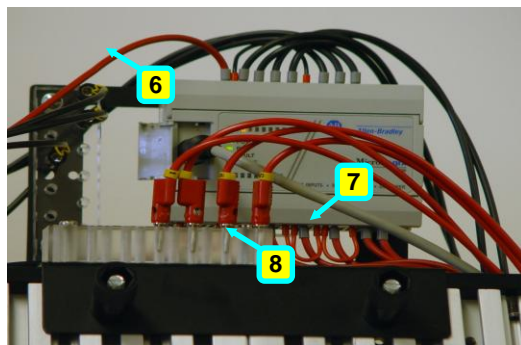

Figura 4: Componentes del PLC MicroLogix
Los cables banana no utilizados se guardan en el soporte para cable (consulte #8 en Figura 4: Componentes del PLC MicroLogix). La fuente de alimentación de 24VCC se debe conectar al panel HydraFlex y al PLC MicroLogix.
1. Desde el PLC MicroLogix, conecte el cable banana negro (#5, en la figura 4), etiquetado con **(-)**, a un conector negro del distribuidor eléctrico.
2. Desde el PLC MicroLogix, conecte el cable banana rojo (#4, en la figura 4), etiquetado con **(+)**, a un conector rojo del distribuidor eléctrico.
3. Desde el PLC MicroLogix, conecte el cable COM rojo (#6, en la figura 4), etiquetado como **COM**, a un conector rojo del distribuidor eléctrico.